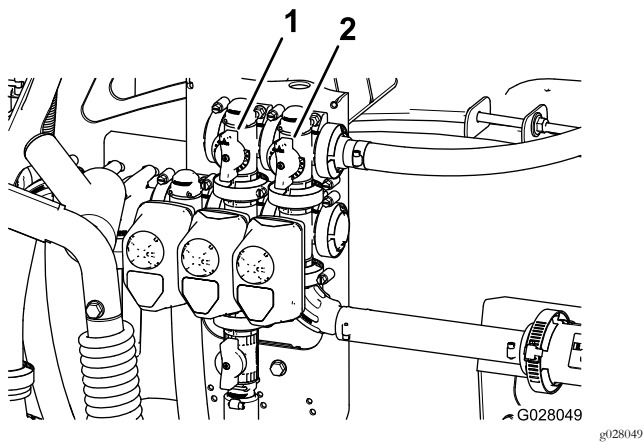

Figure 109
- Réglez la vanne de dérivation (Figure 109) à l'arrière de la vanne d'agitation jusqu'à ce que la pression indiquée soit 6,9 bar.
9. Déplacez la poignée de dérivation générale des rampes de manière à réguler l'agitation à l'intérieur de la cuve (Figure 109).